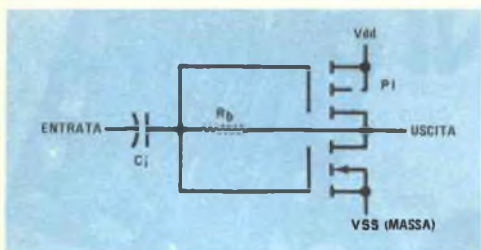

Fig. 1 - È rappresentato in figura un invertitore CMOS polarizzato per il funzionamento lineare.
**Fig. 1** - Il circuito è composto da sedici transistori pilota per LED Darlington, identici, ad alta impedenza d'entrata. L'alimentazione viene prelevata dal piedino 5 o dai piedini 14/16, che sono i piedini di alimentazione comune.
**Come funziona** - Come si vede nella *fig. 1*, ognuno dei sedici piedini del sistema di aggancio (P1) è collegato ad un transistor amplificatore n-p-n- Darlington attraverso un resistore da 100 k $\Omega$ . L'uscita di ciascun transistor è diretta, attraverso un resistore limitatore di corrente e poi attraverso un LED indicatore, alla linea positiva. Tutti i sedici emettitori sono collegati alla massa comune. I diodi D1 e D2 sono collegati al piedino 5 ed ai piedini 14/16 per far passare solo l'alimentazione positiva. Su un IC con quattordici piedini su doppia fila, il piedino 16 diventa piedino 14 e non si deve tenere conto dei due LED a destra. Solo il piedino più positivo contribuisce all'alimentazione del Digiviewer; l'altro diodo resta polarizzato in senso inverso e non carica l'entrata. Per provare un IC che non ha l'alimentazione sul piedino 5 oppure sui piedini 14/16, è necessario un altro diodo. Si possono aggiungere anche quattordici altri diodi, uno per piedino.
Effettivamente, le stesse caratteristiche rendono il CMOS utilizzabile in circuiti lineari. È solo necessario, come si vede nella *fig. 1*, aggiungere un resistore di polarizzazione ed un condensatore d'entrata. In tal modo il CMOS diventa un amplificatore lineare in classe A.
questa deriva. Lo stadio stabilizza così la sua polarizzazione con l'uscita allo stesso potenziale della soglia di bilanciamento d'entrata. Poiché la porta non assorbe una corrente apprezzabile, non c'è caduta in  $R_b$ . Questo effetto di corrente di porta zero permette l'uso di un'altissima resistenza per  $R_b$  (22 M $\Omega$  o superiore). Come blocco diretto di guadagno senza ritorno di segnale c.a., il circuito della fig. 1 si presta a molti impieghi.
Funzionante con luce incidente o riflessa, il fototachimetro ha cinque portate fino a 50.000 giri al minuto. Facilita le misure di velocità una sonda luminosa che si innesta e nella quale viene usato un fototransistore ad alta velocità. Con circuiti integrati ad alte prestazioni e prezzo modesto, il tachimetro a batterie, di cui è riportato lo schema nella *fig. 1*, ha precisione e stabilità elevate.
Fig. 1 - Gli impulsi luminosi che colpiscono Q1 vengono squadrati in IC1 e azionano il monostabile di precisione IC2. Gli impulsi d'uscita a corrente costante attraverso Q2 vengono espressi dallo strumento come giri al minuto. Cinque portate consentono misure fino a 50.000 giri al minuto.